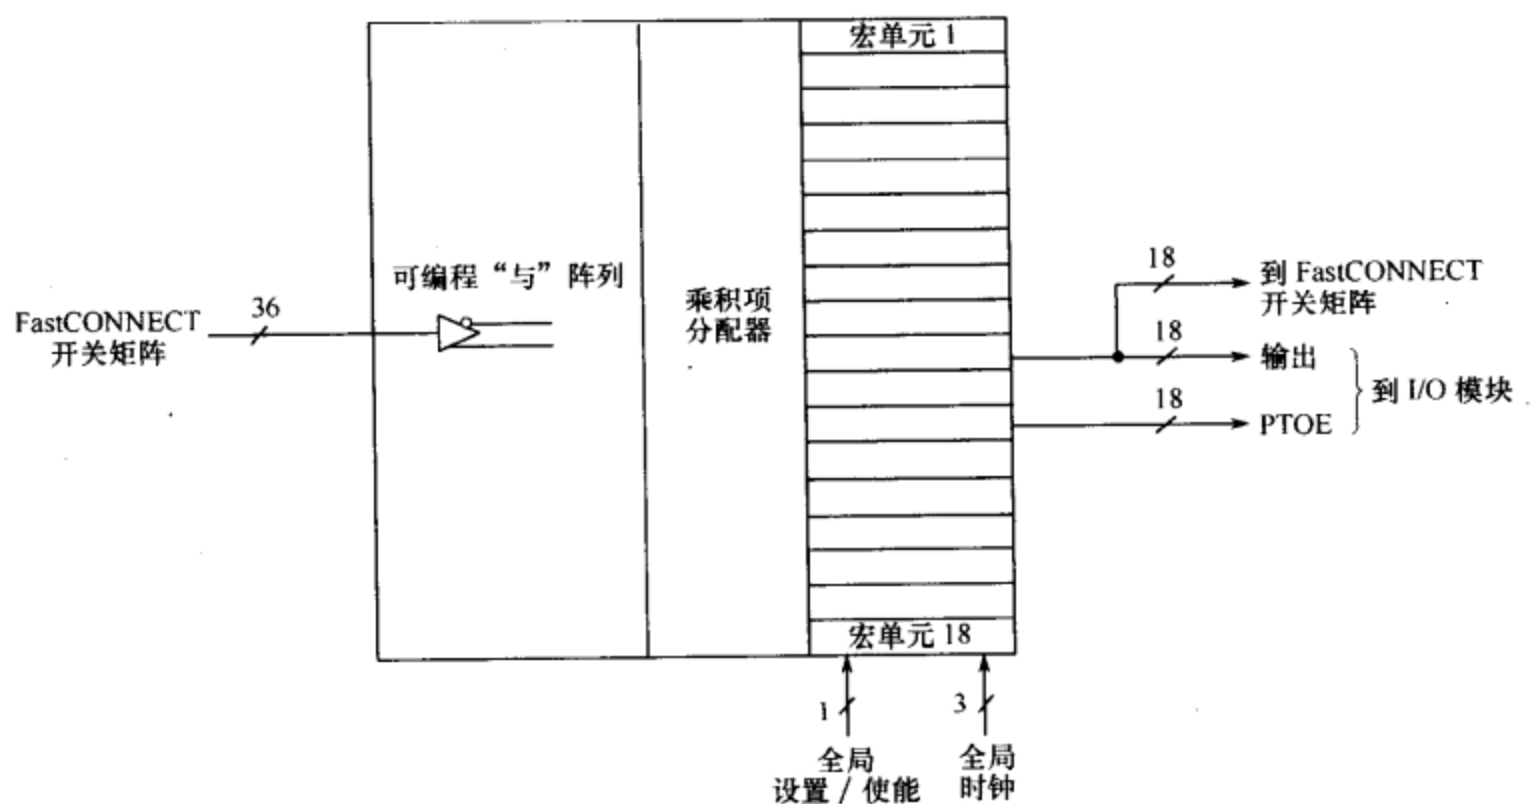

图 1-12 功能模块框图
1. 功能模块 (FB)
功能模块 (FB) 框图如图 1-12 所示。